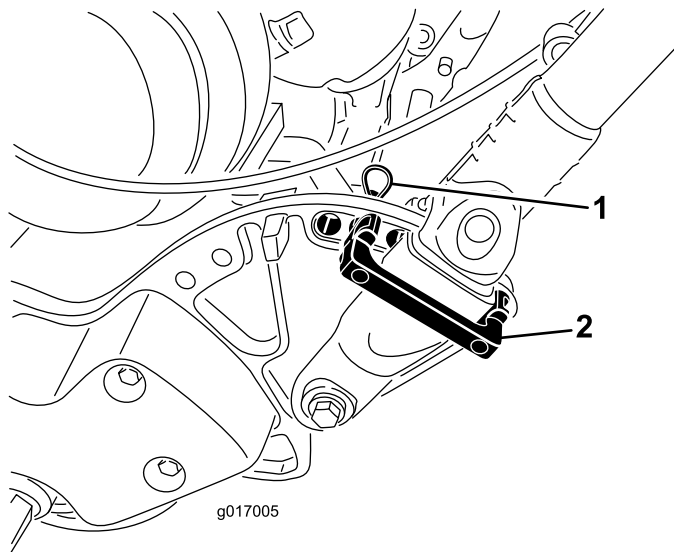

图24
1. 卸下剪草机各侧手柄卡环上的发卡销（图24）。
2. 当撑住手柄时，取下两侧的发卡销，然后将手柄旋转到所需的操作位置（图24）。